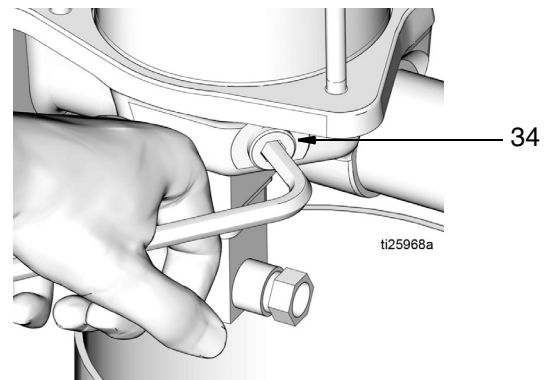

FIG. 13
7. Utilizzare una chiave esagonale per allentare lentamente e rimuovere il tappo di drenaggio (34) dalla base della pompa, quindi scaricare l'olio dalla pompa (FIG. 13).